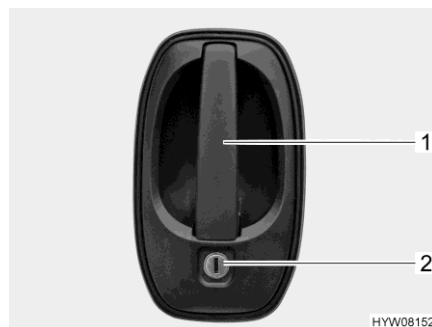

Bild 53 Türschloss (Fahrertür/Wohnraumtür außen)
**Öffnen:** ■ Schlüssel in Schließzylinder (Bild 53,2) stecken und drehen, bis das Türschloss entriegelt ist.
■ Am Türgriff (Bild 53,1) ziehen. Die Tür ist geöffnet.
**Verriegeln:** ■ Schlüssel in Schließzylinder (Bild 53,2) stecken und drehen, bis das Türschloss verriegelt ist.